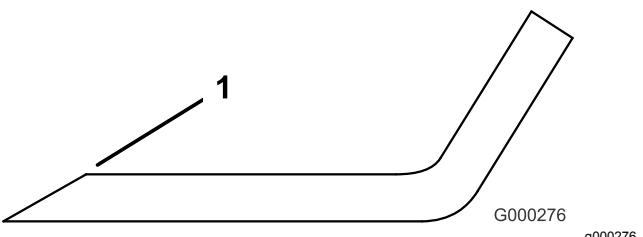

Figura 93
1. Affilate i taglienti da entrambe le estremità della lama con una lima (Figura 93).